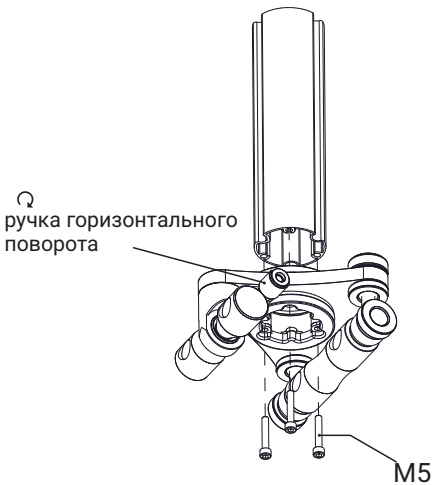

рис. 3
3. Совместите основание кронштейна с внутренней частью штанги и закрепите с помощью винтов M5 на рис. 3. Если отверстия для винтов заблокированы, и винты не могут быть вкручены, поверните основания кронштейна по часовой или против часовой стрелки, используя ручку горизонтального поворота.